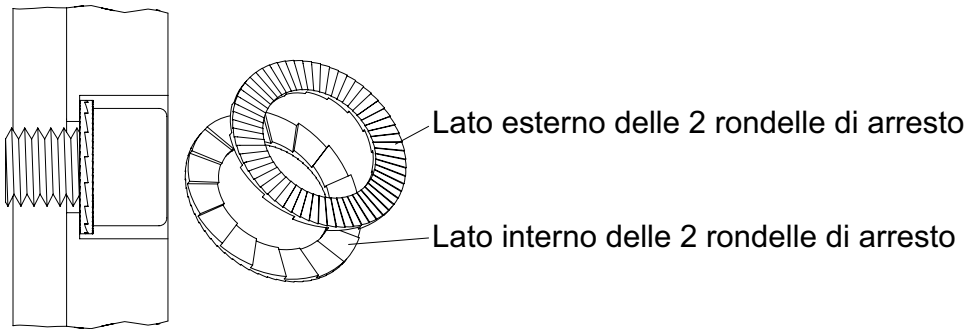

Fig. 17 Posizione di montaggio delle rondelle di arresto Nord-Lock®
ATTENZIONE Rispettare la corretta posizione di montaggio delle rondelle di sicurezza (Fig. 17 Posizione di montaggio delle rondelle di sicurezza) e la coppia prescritta!
6. Introdurre le rondelle di sicurezza (16/3) e rispettare la posizione di montaggio - vedere anche Fig. 17 Posizione di montaggio delle rondelle di arresto Nord-Lock®.